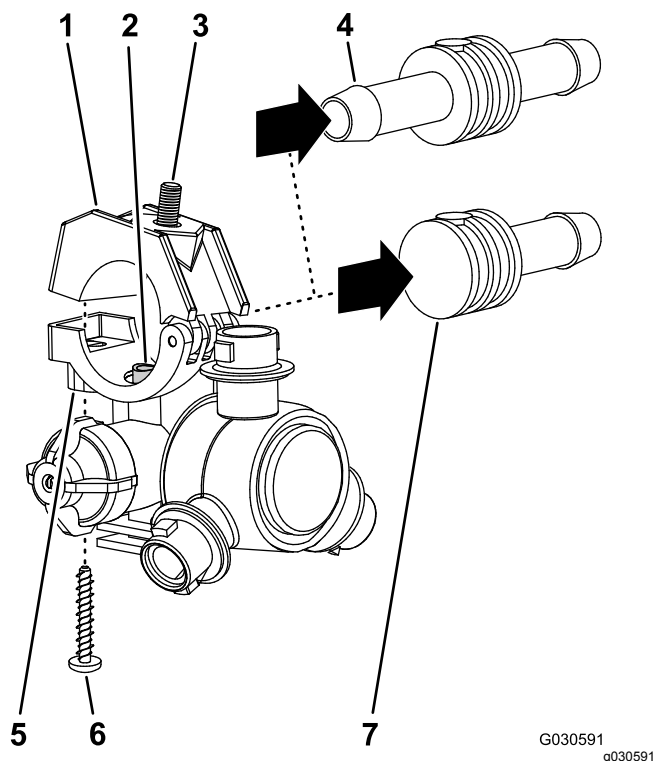

Figura 50
2. Retire el tornillo de acero inoxidable (Nº 12 x 1-1/4") que sujeta la mitad superior de la abrazadera y el conector de manguera de dentado simple o doble (3/4") al cuerpo de la boquilla de fumigación, y separe el conector de manguera dentado y la manguera de la boquilla (Figura 50).